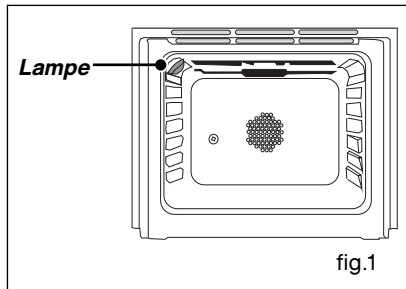
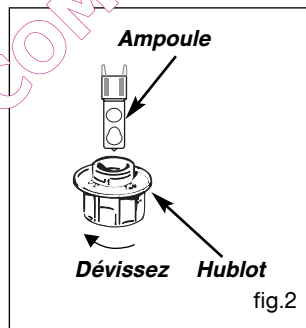

fig.1
fig.2
Insérez les deux autres butées rouges dans les emplacements **A** prévus à cet effet (fig.2). Faire lever sur ces pièces afin de déclipper la glace (fig.3).
Décrochez le gradin fil (fig.2) à l'avant en le soulevant (schéma A fig.1). Tirez vers soi l'ensemble du gradin, le soulever afin de décrocher l'attache de fixation arrière (schéma B fig.1). Le sortir des 2 trous (C fig.2) de la paroi catalytique et du moufle du four. Retirez ensuite la paroi catalytique (A fig.2). Remplacez les nouveaux éléments (gradins) en effectuant les opérations inverses.
Dévissez complètement la vis (E fig.2) située en haut de la paroi du fond (D fig.2). Inclinez la paroi vers l'avant afin de la retirer du moufle. Remplacez la nouvelle paroi en effectuant les opérations inverses.
A l'intérieur du four (fig.1).
- Dévissez le hublot vers la gauche (fig.2),
Les éventuelles interventions sur votre appareil doivent être effectuées par un professionnel qualifié dépositaire de la marque. Lors de votre appel, mentionnez la référence complète de votre appareil (modèle, type, numéro de série). Ces renseignements figurent sur la plaque signalétique (fig.1).